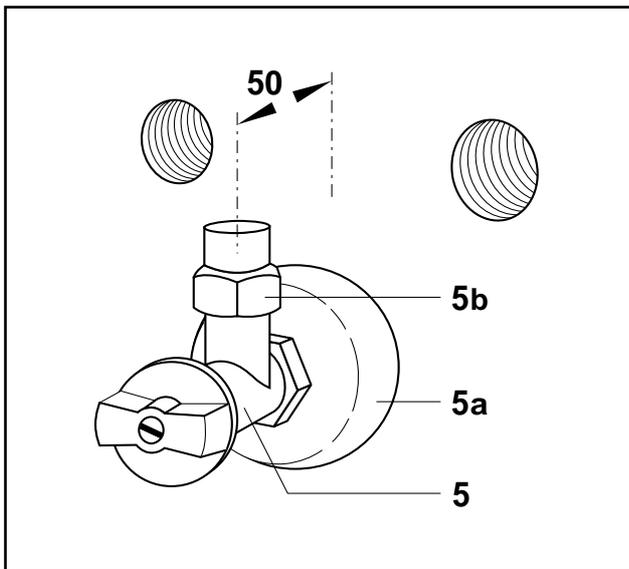

Рис. 4.3 Газовый запорный кран
- Ослабить резьбовое соединение (**5b**, рис. 4.3) газового запорного крана и плотно подсоединить к аппарату.